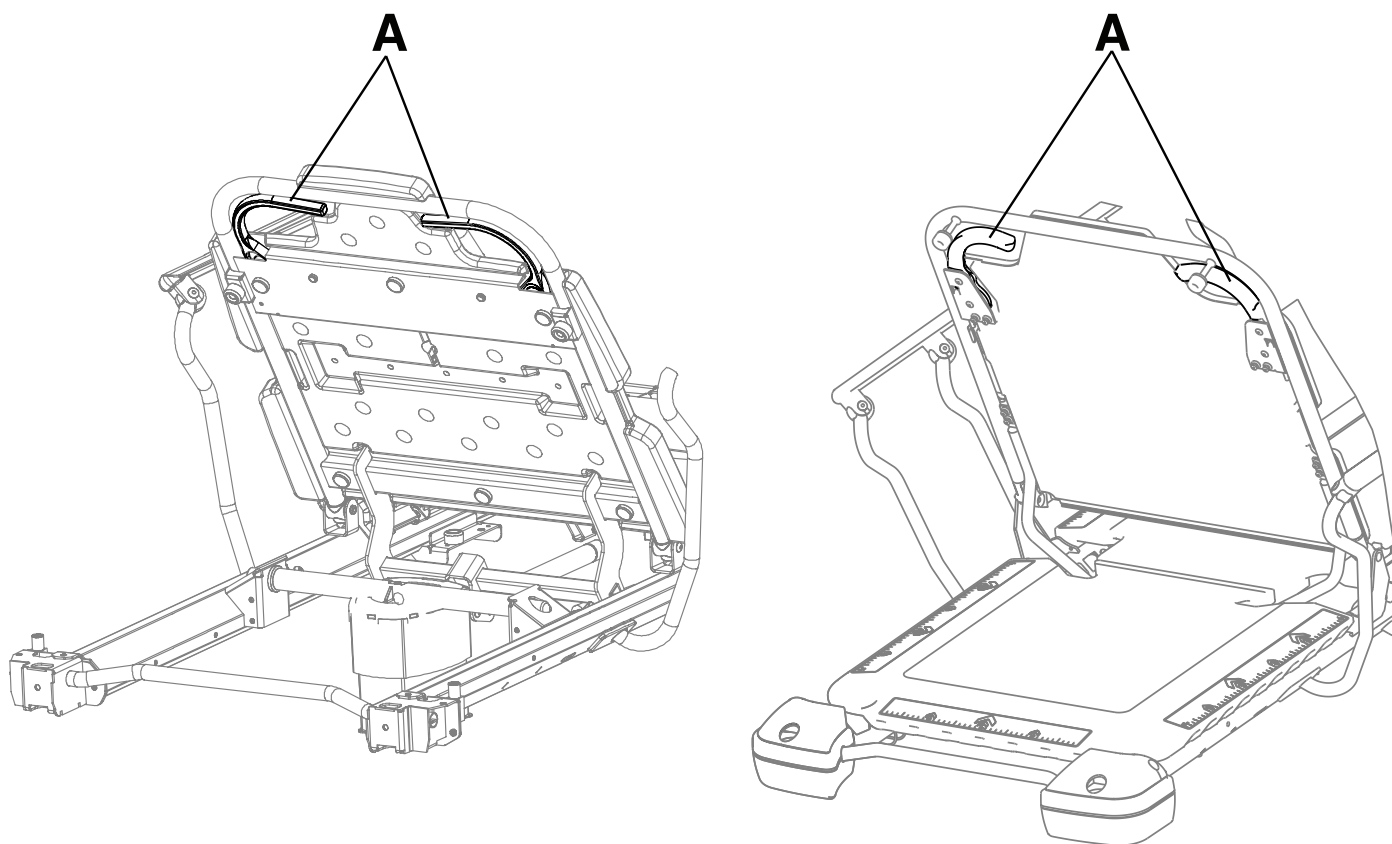

Рисунок 16 – Подъем или опускание спинки в положение Фаулера (Prime/Prime X)
Чтобы поднять спинку для положения Фаулера, сожмите одну или оба рычага освобождения спинки для положения Фаулера (A) и потяните спинку для положения Фаулера вверх так, чтобы она приняла требуемое положение (от 0° до 90°) (Рисунок 16).
Чтобы опустить спинку для положения Фаулера, сожмите одну или оба рычага освобождения спинки для положения Фаулера (A) и нажмите на спинку для положения Фаулера вниз так, чтобы она приняла требуемое положение (от 90° до 0°) (Рисунок 16).